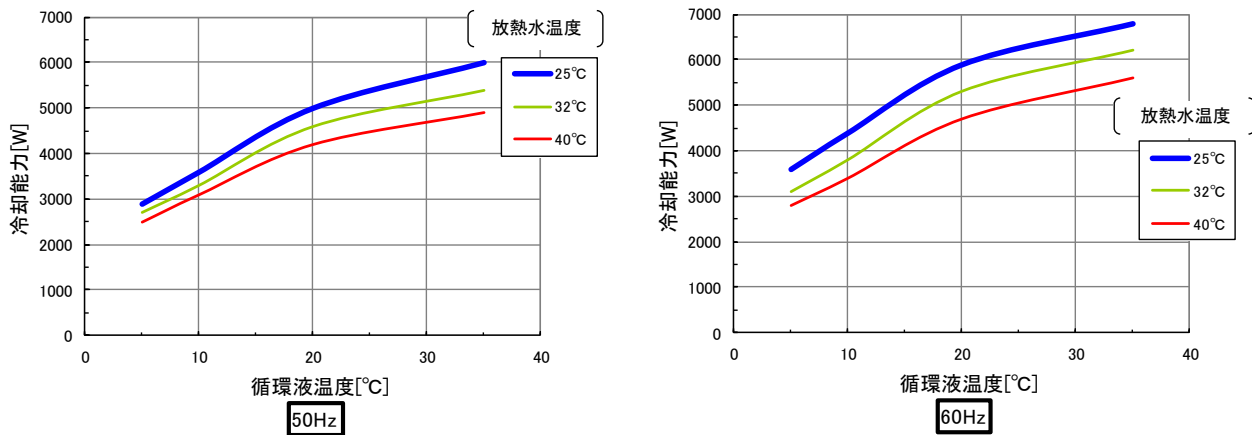

図 9-8 冷却能力(HRR050-W*-20-*)
*循環液定格流量、図 9-8 に記載された冷却能力での放熱水量です。